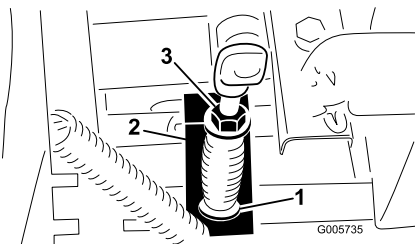

Figura 68
3. Meça o comprimento da mola da tomada de força entre as anilhas planas (Figura 68). Deverá existir uma folga de 81 mm.
4. Para efectuar o ajuste, fixe a cabeça do parafuso de ajuste com uma chave (debaixo do braço de actuação da tomada de força) e rode a porca de retenção (Figura 68).